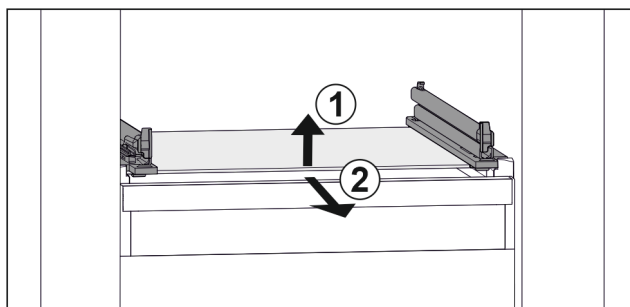

Fig. 133 Vejledende visning af glaspladen
- ▶ Løft glaspladen foran. Fig. 133 (1)
- ▶ Tag glaspladen ud fremefter. Fig. 133 (2)